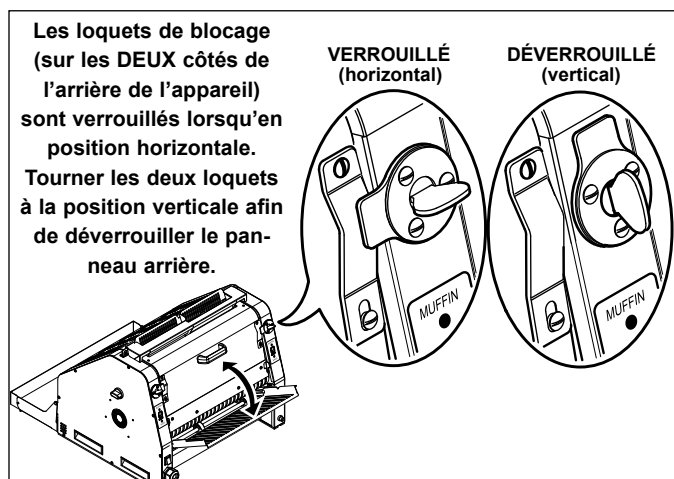

Figure 7. Loquets de blocage du panneau arrière
1. Se placer face à l'arrière de l'appareil, puis tourner les deux loquets de blocage du panneau arrière (figure 7) pour qu'ils soient à la position verticale et que le panneau arrière s'ouvre.